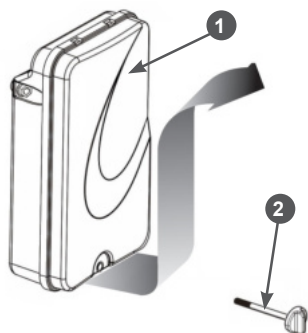

Рис. 16 Снятие крышки воздушного фильтра
4. Очистите от загрязнения крышку-щуп и зону вокруг маслозаливной горловины. Извлеките крышку-щуп из маслозаливной горловины (Рис. 16) и протрите щуп чистой ветошью.
1. Открутите винт 2 крепления крышки воздушного фильтра. Далее оттяните нижнюю часть крышки 1 воздушного фильтра на 2-3 см от корпуса воздушного фильтра, после чего подайте её вверх и снимите с корпуса (Рис. 16).